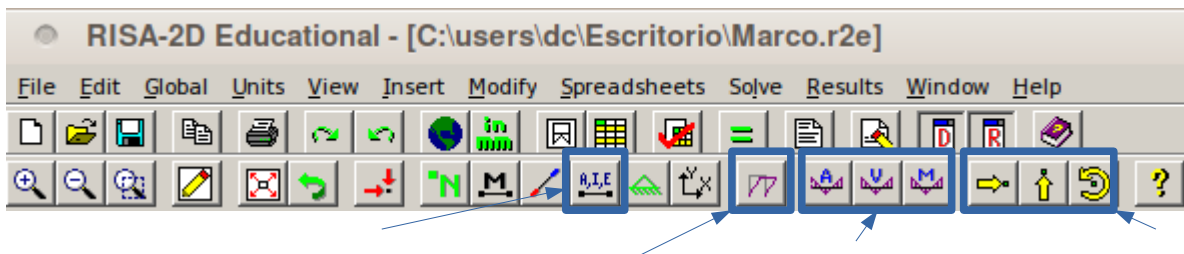
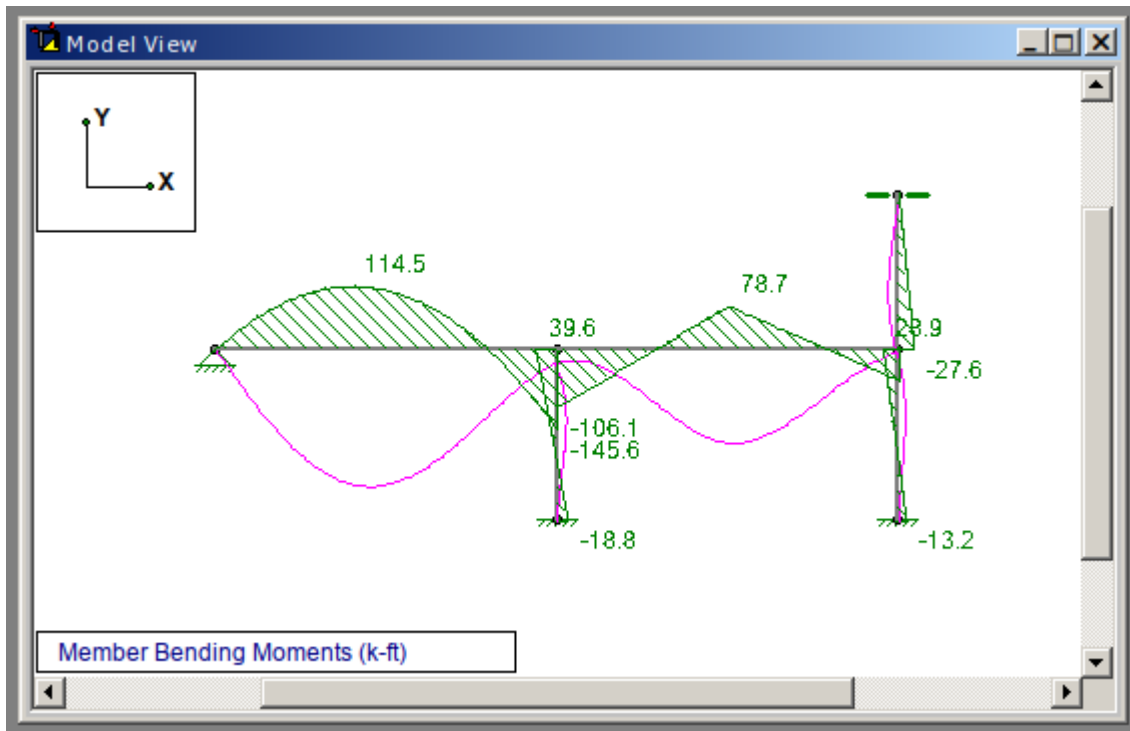
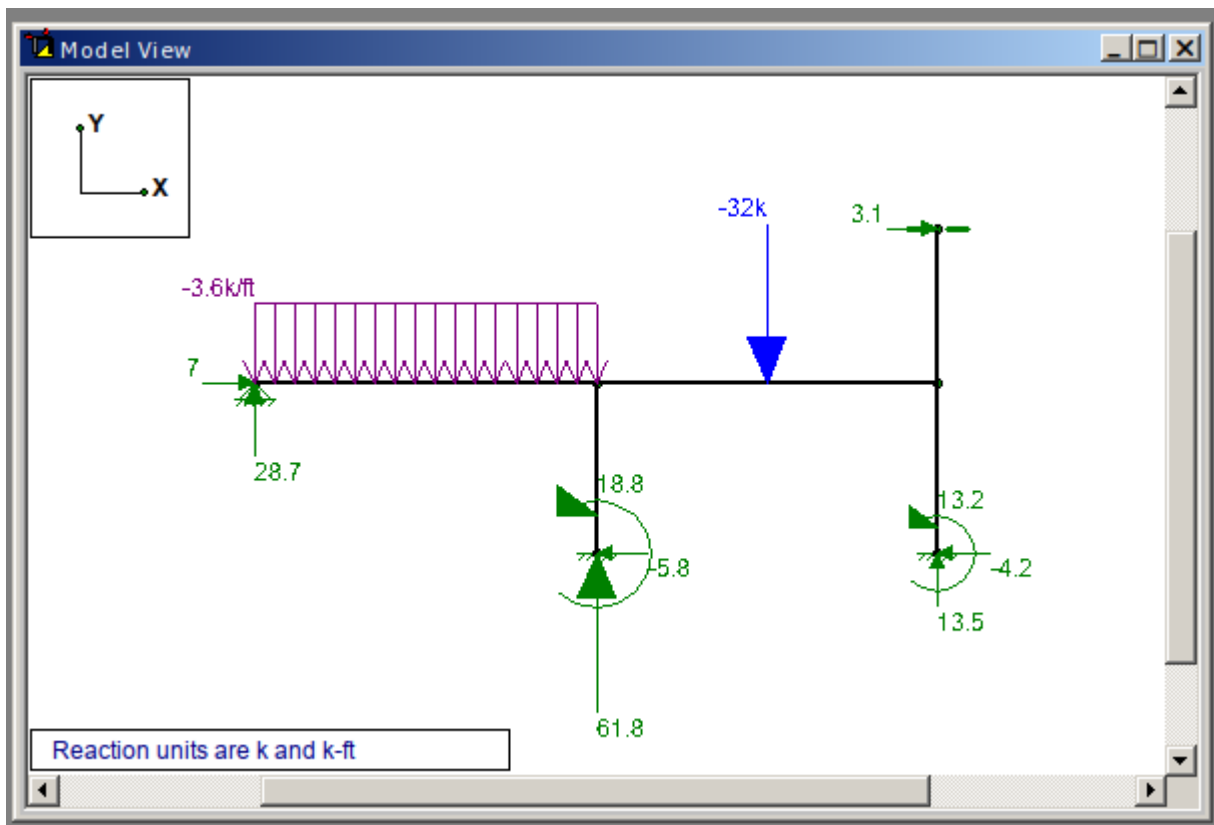

Figura 29
Figura 30
Figura 31
7. Los resultados del análisis también se pueden ver gráficamente en la ventana **Vista del Modelo** dando clic en los iconos debajo de la barra de menú (vea la Figura 29). (Si esta ventana no aparece, dé clic en **Ver** de la barra de menú y seleccione **Nueva Vista** para crear una.) Por ejemplo, la Figura 30 muestra los diagramas de momentos, reacciones y la forma deformada de la estructura. La Figura 31 describe las reacciones en conjunto de las cargas aplicadas.
Observe las reacciones de esta última Figura 31 y compárelos con la Figura 31 del archivo “RISA-2D Educational tutorial.pdf”. Observe que existen diferencias. Los resultados correctos son los mostrados en *este* documento. El valor del archivo “oficial” está falseado para corresponder con los resultados de un cálculo manual hecho con el Método de Cross, el cual no consideró las deformaciones axiales. Si usted desea corresponder con estos valores, deberá exagerar los valores de las áreas a decir, por ejemplo 500 in². Así, habrá tanta área que estas deformaciones no serán de consideración y únicamente quedarán las deformaciones debidas a flexión, las únicas que consideró el Método de Cross.